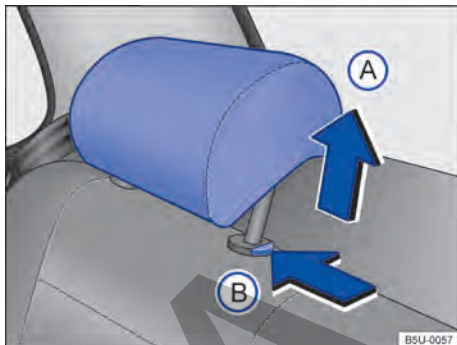

Fig. 63 Apoyacabezas traseros: desinstalar.
- Presionar la tecla → **fig. 63 (B)** en el sentido de la flecha. Retirar el apoyacabezas con la tecla presionada.
- Empujar hacia abajo el apoyacabezas con la tecla → fig. 63 **B** presionada.